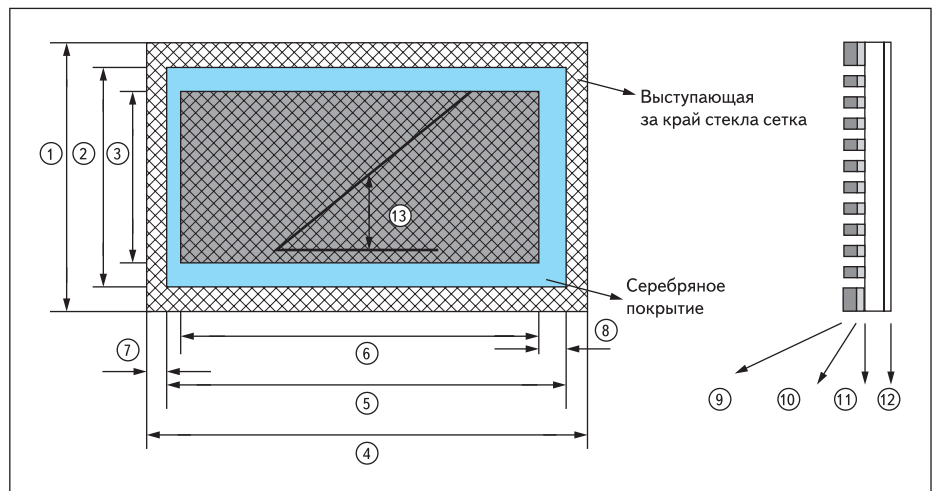

Рис. 8. Конструкция стекла с сеткой
Для подавления бликов применяется антибликовое (AR) покрытие, состоящее из угля, который напылен на медно-никелевую сетку, жестко растянутую на пальцах (чтобы не нарушить контакт в местах перекрещивания проволок). Для обеспечения антиперееотражающих свойств применяется AG-фильтр в виде полимерной пленки, нанесенной на готовое стекло со стороны активной матрицы (рис. 8).